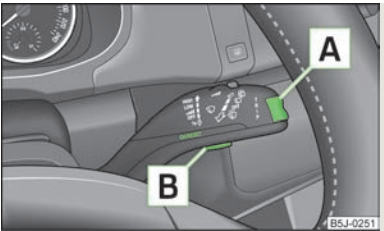

Fig. 7
- El **Menú principal** se activa pulsando la tecla basculante **A** » fig. 7 durante más de 1 segundo.
- Si en la pantalla informativa se muestran los mensajes de advertencia, estos mensajes se deben activar con la tecla **[B]** » fig. 7 en la palanca del limpiaparabrisas para activar el menú principal.